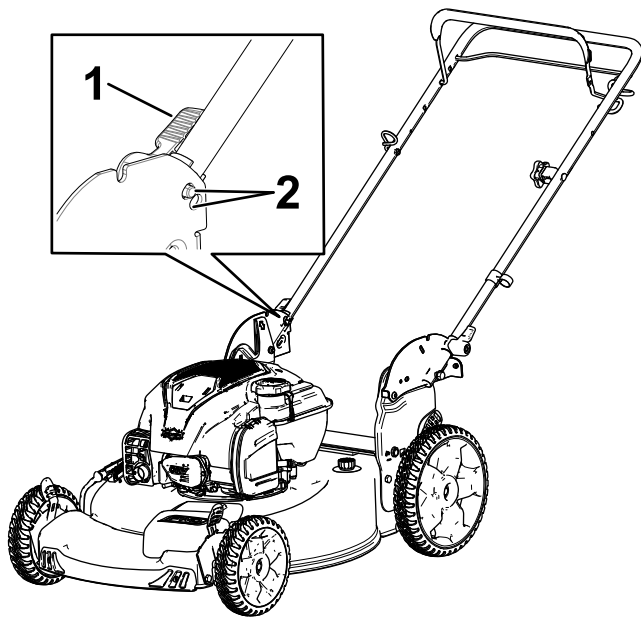

Figura 4
- Mueva la palanca de bloqueo del manillar a una de las dos posiciones (Figura 4) hasta que el pasador se enganche en su sitio para bloquear el manillar en la posición de operación.